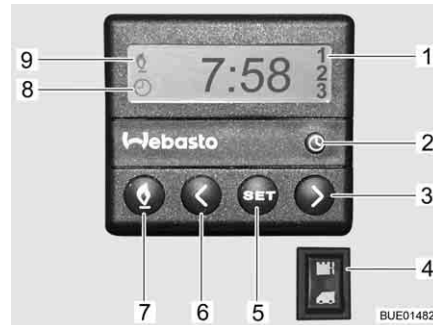

Fig. 178 Unidad de mando para la calefacción auxiliar
- Pulsar la tecla (Fig. 178,7). El funcionamiento de la calefacción se indica con el símbolo (Fig. 178,9). El ventilador apenas se conecta con una temperatura del agua de refrigeración de 30 °C.
- Pulsar la tecla (Fig. 178,7). Se apaga el símbolo (Fig. 178,9).
- Pulsar el interruptor (Fig. 178,4) por abajo. Se precalienta el motor. El ventilador se conecta inmediatamente.
- Pulsar el interruptor (Fig. 178,4) por arriba. El motor permanece frío.
- Pulsar la tecla (Fig. 178,2). El ajuste de la hora se indica con el símbolo (Fig. 178,8).
- Ajustar la hora con las teclas (Fig. 178,3 y 6).
- Pulsar la tecla (Fig. 178,5).
- Ajustar en 10 segundos el tiempo de conexión con las teclas (Fig. 178,3 y 6).
- Pulsar la tecla (Fig. 178,5) tantas veces como sea necesario hasta que aparezca en el display el número de programación (Fig. 178,1).